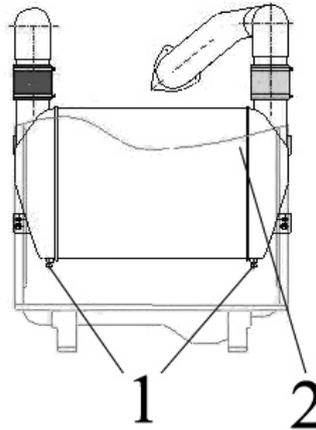

Рисунок 3.2 – Удаление конденсата из бачков радиатора ОНВ дизеля
- отвернуть две пробки 1 (рисунок 3.2) в нижней части охладителя наддувочного воздуха 2;